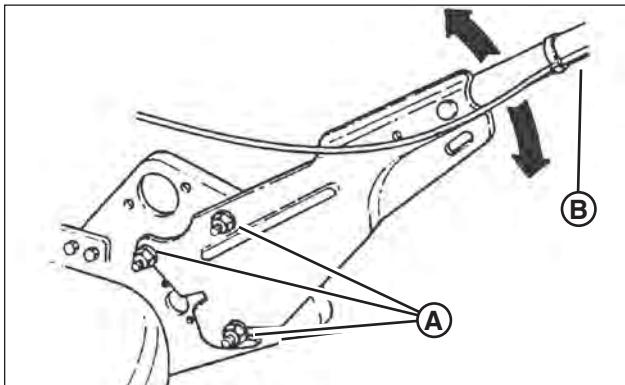

Figura 5: Ajuste de la altura del manillar
1. Suelte las tuercas inferiores (**A**, Figura 5) en la parte inferior de cada lado del manillar.